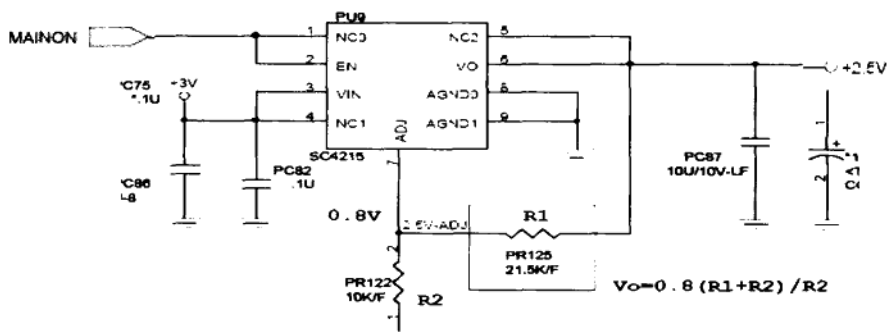

图 2-48 联想旭日 125 南北桥内存 2.5V 的产生电路 (工厂图)
2.5V 的产生电路如图 2-48 所示。
从图 2-48 可以看出，2.5V 是由 +3V 经过 SC4215 的 9 脚芯片转换而产生的，芯片的 3 脚 VIN 是输入，8 脚、9 脚接地，5 脚、6 脚输出 2.5V；1 脚、2 脚是控制信号 MAINON，来自超级 IO PC97551。